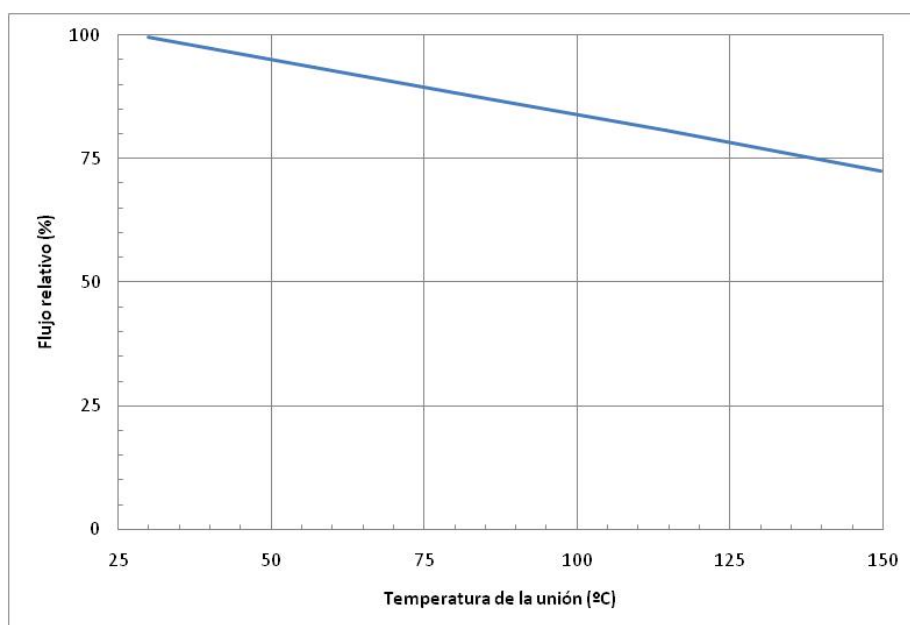

Figura 1: exemplo de depreciação do fluxo luminoso emitido em função da temperatura.
A principal causa da depreciação do **fluxo luminoso** de um LED é o calor gerado na zona de junção do LED. Ao não emitir radiação infravermelha (IR), o calor produzido no processo de geração de luz, deve ser dissipado por condução ou convecção. Um aumento constante da temperatura de funcionamento causará dois efeitos: uma depreciação do fluxo emitido (**Figura 1**):